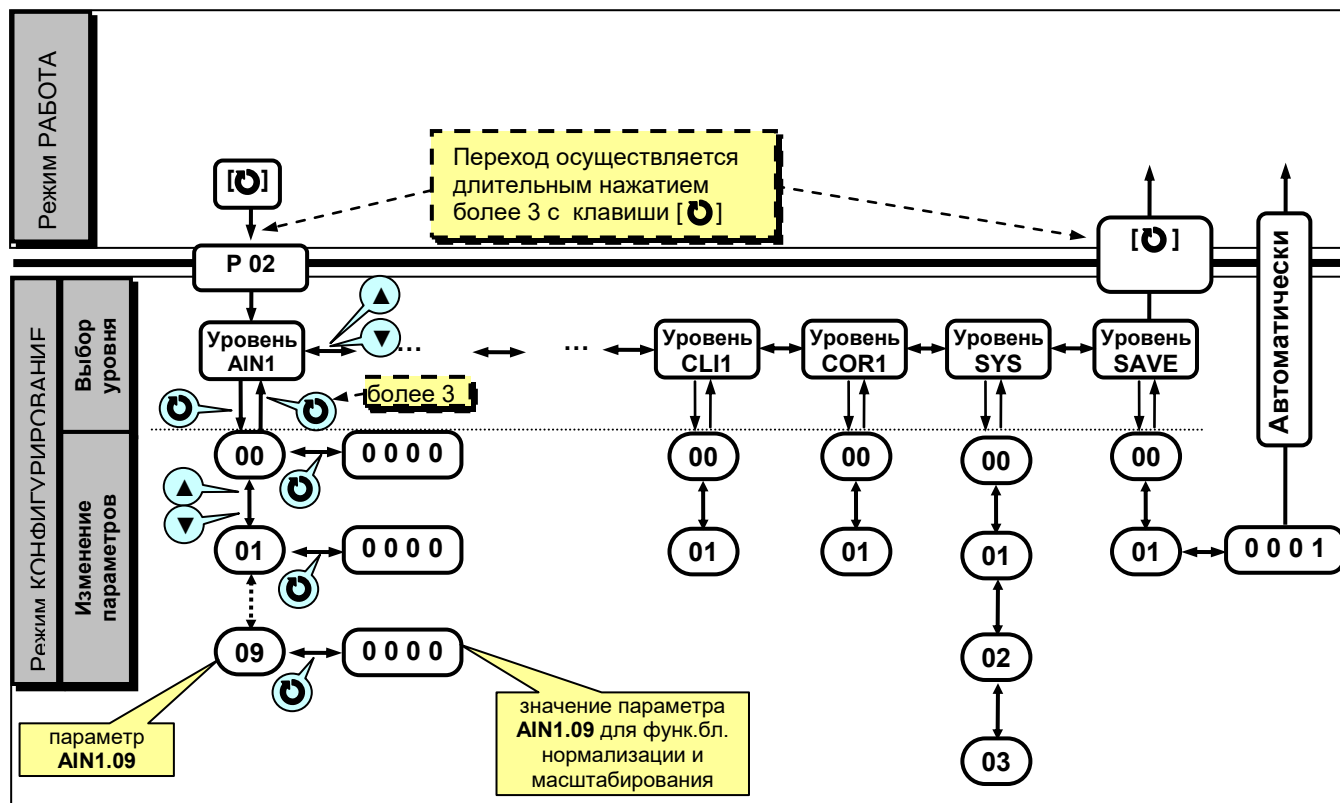

Рисунок 4.7.1 - Диаграмма уровней конфигурации и настроек
4.7.2 Параметры разделены по группам, каждая из которых называется "уровень". Каждое заданное значение (элемент настройки) в этих уровнях называется "параметром". Параметры, используемые в преобразователе БПВ1-10, сгруппированы в 13 уровней и представлены на диаграмме (рисунок 4.7.1).
В дальнейшем по тексту руководства идет ссылка на параметр в виде XXXX.YY (например ALRM.00), где XXXX – название УРОВНЯ, а YY – номер пункта меню (смотри рисунок 4.7.1).